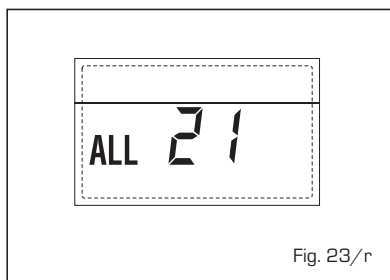

Fig. 23/r
- **INTERVENCIÓN TERMOSTATO DE SEGURIDAD SEGUNDA ZONA MEZCLADA "ALL 22" (fig. 23/s)**